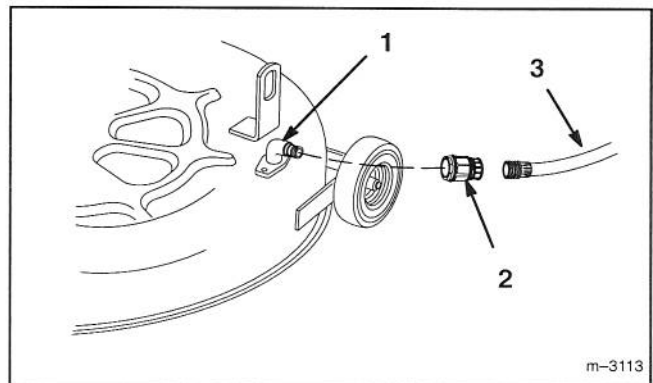

Abbildung 15
2. Den Schlauchanschluß am Anschlußstutzen des Mähers anschließen und den Hahn voll aufdrehen (Abb. 15).